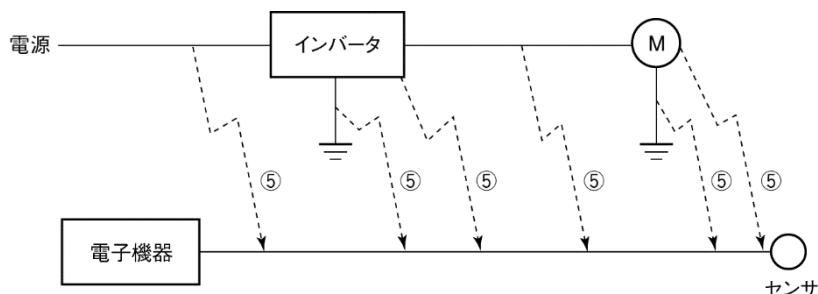

図6 放射ノイズ
インバータ内で発生したノイズが、入力側や出力側の主回路電線、接地線がアンテナとなって空中に放射され周辺機器や放送・無線通信に影響を与えるのが⑤の放射ノイズです(図6参照)。放射ノイズは、配線に限らずモータのフレームやインバータの収納盤もアンテナとなることがあります。